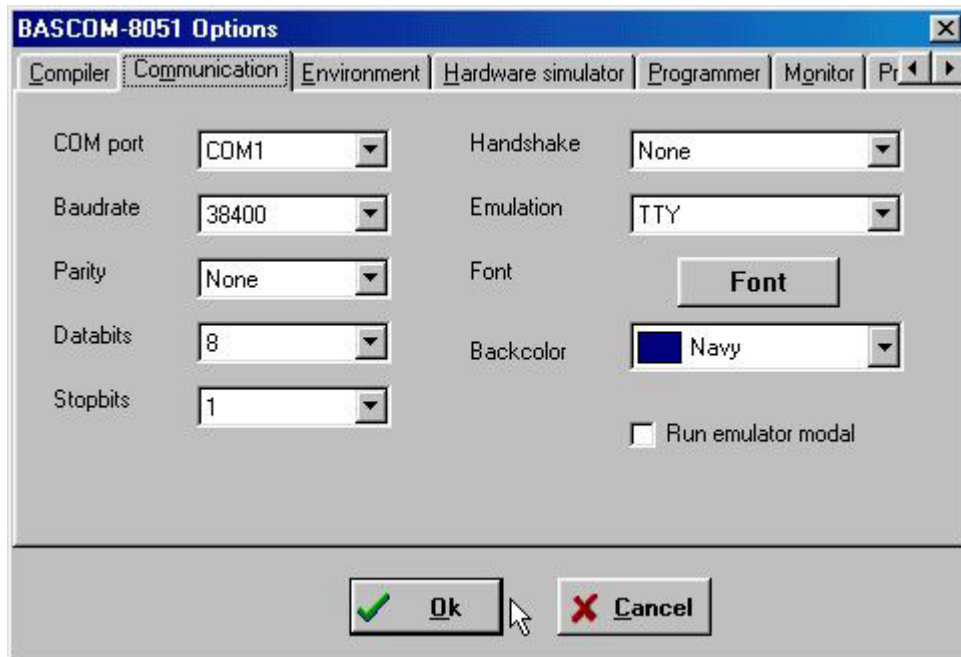

FIGURA 12: CONFIGURAZIONE EMULAZIONE TERMINALE BASCOM 8051
- 1) Tramite il menu *Options / Communications*, selezionare la porta seriale COMx usata sul PC, configurare i parametri del protocollo fisico di comunicazione dell'**FMO53**, disabilitare gli handshake hardware, come illustrato in figura 12 e premere *OK*.